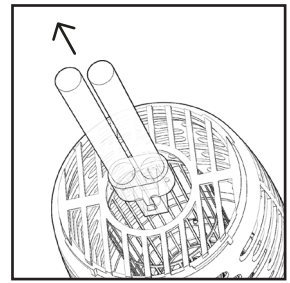

Fig. 3
4. Usando guantes, tire suavemente de la bombilla para quitarla. (Fig. 3)